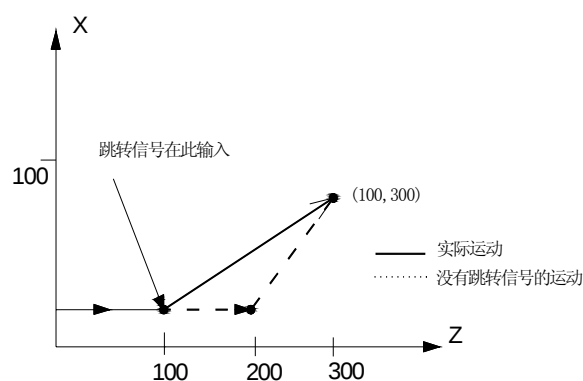

图 3.10-3
- ③. G31 的下一个程序段是2 个轴的绝对坐标编程，从跳转点为起点到2 个轴的绝对坐标位置为终点走G01直线，如下图3.10-3